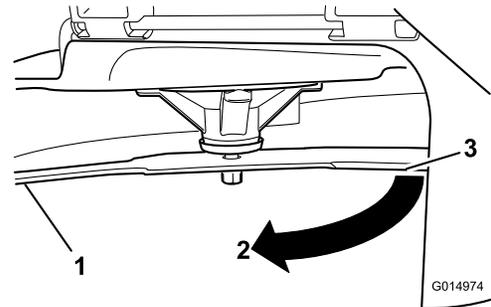

Figura 58
4. Gire la misma cuchilla 180 grados de manera que el otro extremo esté en la misma posición (**Figura 58**).